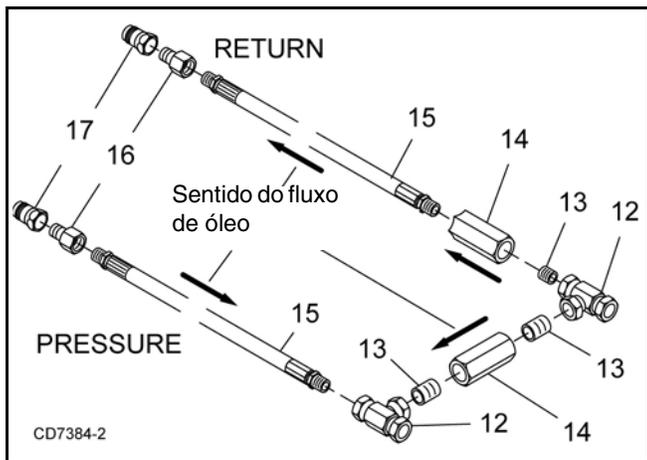

Figura 60. Conjunto da mangueira
1. Conecte o acoplador rápido macho (17) e o adaptador (16) à extremidade da mangueira (15). Conecte o T (12) à extremidade oposta da mangueira.
2. Conecte o acoplador rápido macho (17) e o adaptador (16) à extremidade da segunda mangueira (15). Conecte a válvula de retenção (14), o nipple (13) e o Tê (12) à extremidade oposta da mangueira.
OBSERVAÇÃO: Verifique se a seta indicadora de fluxo no lado da válvula de retenção (14) está apontando para o sentido correto. Consulte a Figura 60
3. Instale a válvula de retenção (14) e os dois nipples (13) entre os dois Tês (12).
4. Coloque o conjunto da mangueira em torno da placa central do triturador e disponha os acopladores rápidos sobre a parte dianteira do triturador. Consulte a Figura 60 e a Figura 61.